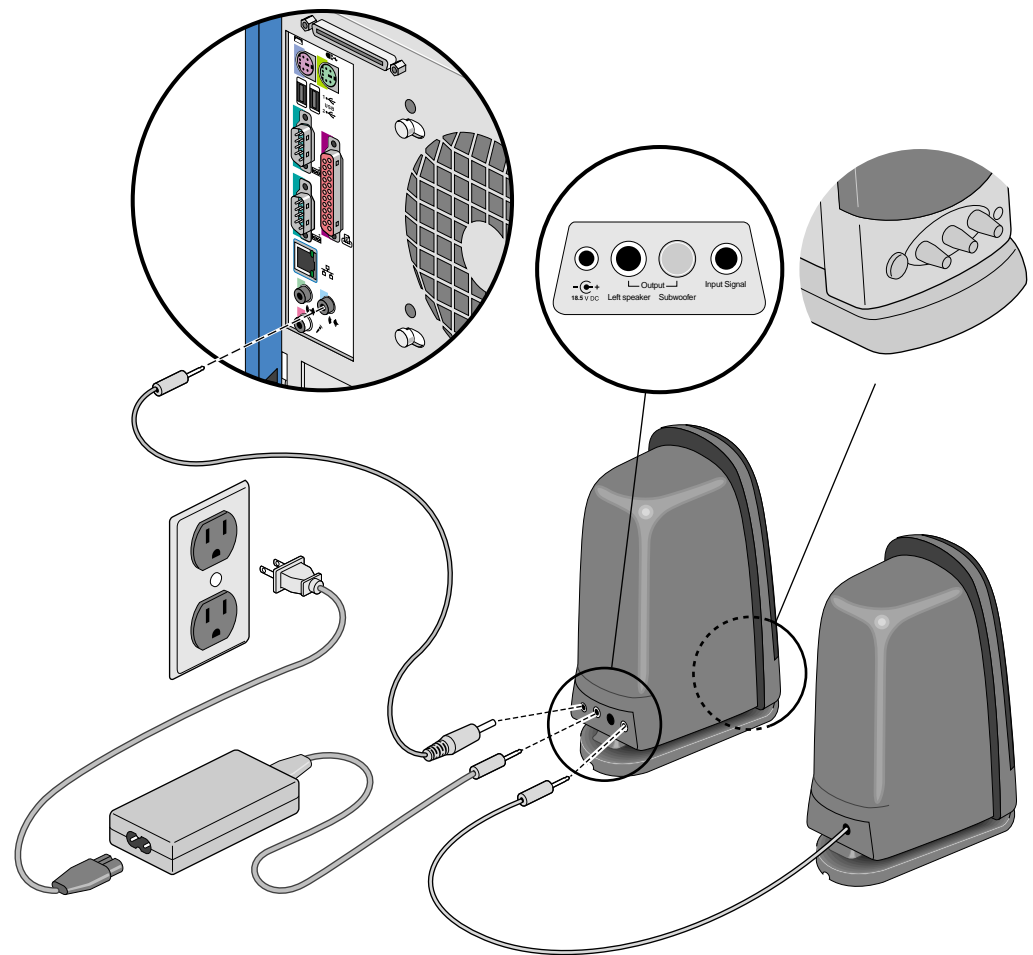

Abbildung 1-9 Anschließen von Lautsprechern
6. Gehen Sie beim Anschließen von Lautsprechern an das System wie im Folgenden erläutert vor. Abbildung 1-9 veranschaulicht das Vorgehen:
- d. Verbinden Sie, wie in Abbildung 1-9 gezeigt, den rechten Lautsprecher mit dem linken Lautsprecher.